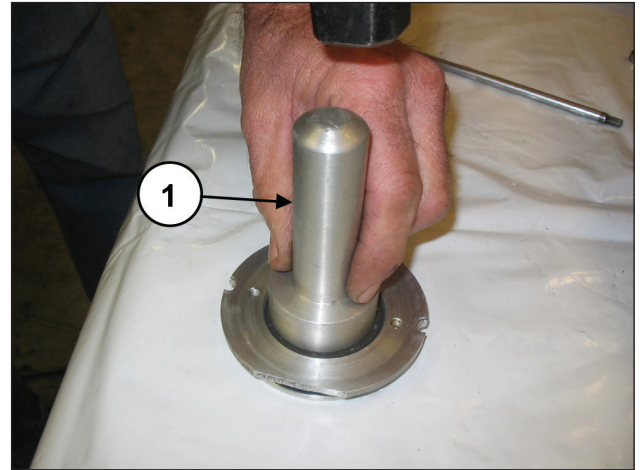

Fig. 174
Monte a junta do óleo na tampa da junta do óleo (pos. ①, Fig. 174) usando um tampão cód. 27910900.